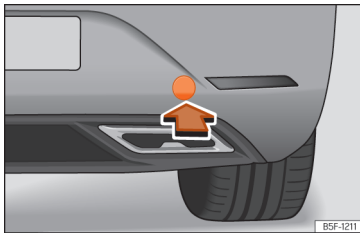

Abb. 213 Auf der rechten Seite des hinteren Stoßfängers: Abdeckung entfernen.
Die Abschleppöse wird in die hinter einer Abdeckung auf der rechten Seite des hinteren Stoßfängers befindliche Aufnahme eingeschraubt »» [Abb. 213].
- Auf den unteren Bereich der Abdeckung »» [Abb. 213] drücken, um die Verrastung zu lösen.